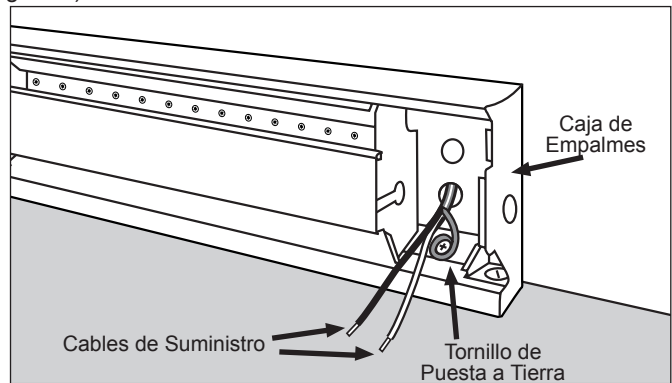

Figura 4
4. Tire los cables de suministro por el conector y fíjelos dejando que sobresalgan 6 pulgadas para su uso posterior (Consulte la Figura 4).
6. Conecte el conductor de puesta a tierra al tornillo de tierra en cualquiera de los lados en que realice el cableado (Consulte la Figura 4). Ambos lados del calentador incluyen un tornillo de puesta a tierra.